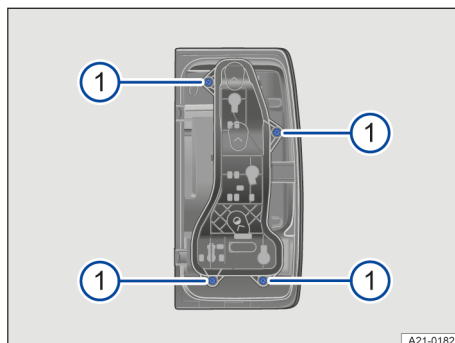

Fig. 160 En el grupo óptico trasero: soltar el portalámparas.
- Desenrosque los cuatro tornillos del portalámparas con el destornillador → fig. 160 ①.
- Coloque el portalámparas en el grupo óptico trasero y atornillelo → fig. 160 ①.